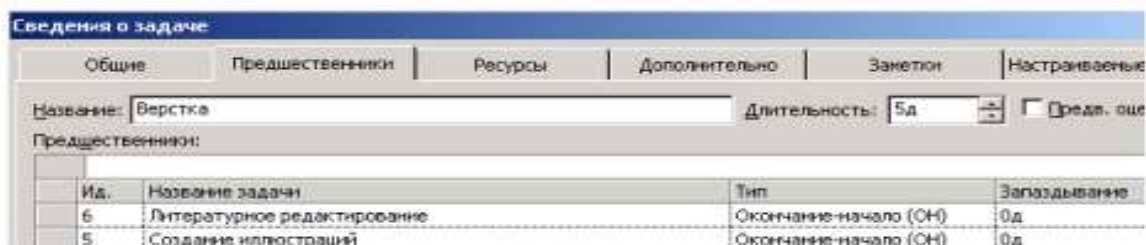

Рис. 21. Создание множественных связей
- В открывающемся списке второй строки выберите Создание иллюстраций и нажмите клавишу [Enter]. Выбор будет зафиксирован, а тип связи отобразится в поле (Тип) (рис. 21).